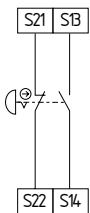

Fig. 5
**Circuito per arresto di emergenza a due canali con dispositivi di comando secondo EN ISO 13850 e EN 60947-5-5 (vedere Fig. 5)**